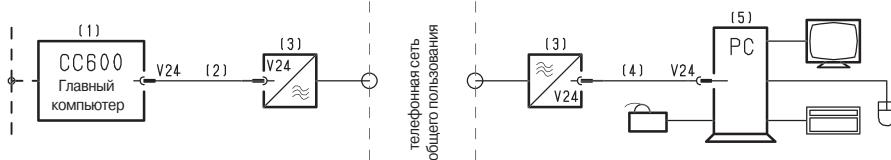

Рис. 3.3
- Персональный компьютер, дистанционная передача данных (рис. 3.3)